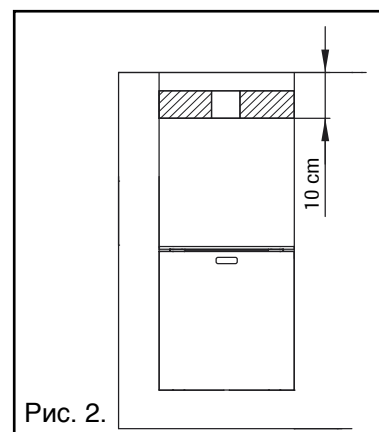

Рис. 2.
- Установить датчик на место, указанное на рис. 2.